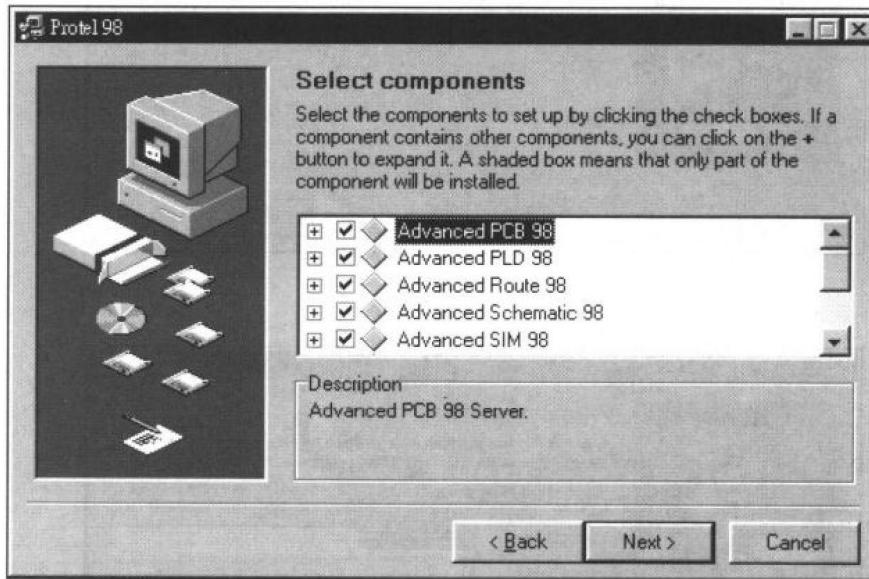

图 1-5 安装选项
④ 这里以用户自定义的安装方式为例。选择“Custom”选项后，单击  按钮，出现如图 1-5 所示的对话框。表 1-1 描述了其中的各个选项。